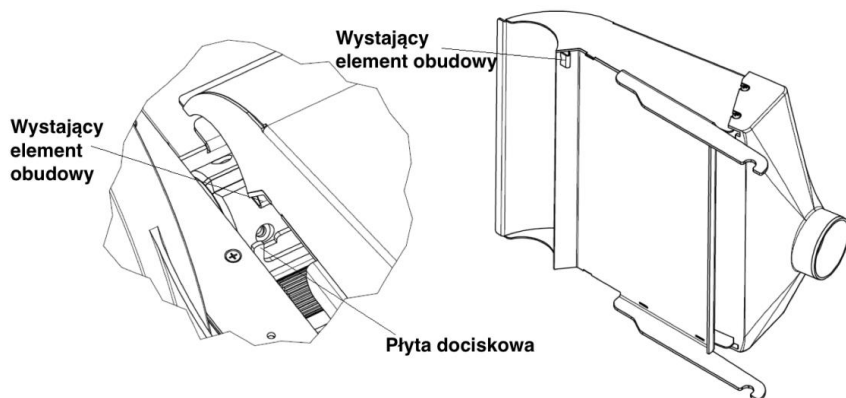

Rysunek 4
- poluzować pokrętła (rysunek 4);